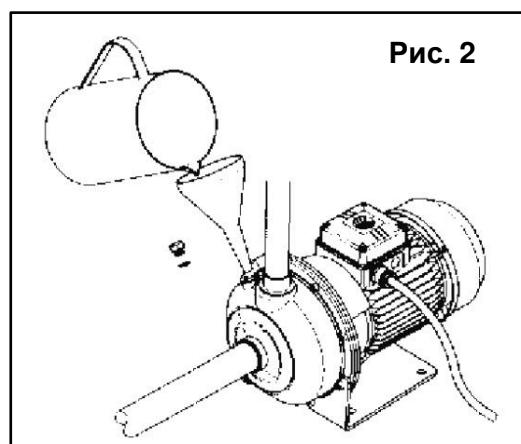

Рис. 2
- Заливать водой через заливную воронку воду в насос до тех пор, пока не прекратится выход пузырьков воздуха и уровень воды не достигнет края заливного отверстия (См. Рис.2).